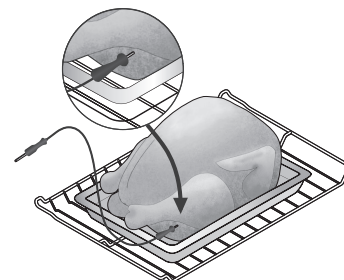

Figure 14 : Sonde insérée dans la partie la plus épaisse de la cuisse
- Pour une volaille ou une dinde, insérez la sonde dans la partie la plus épaisse de l'entrecuisse, juste sous la cuisse (Figure 14).